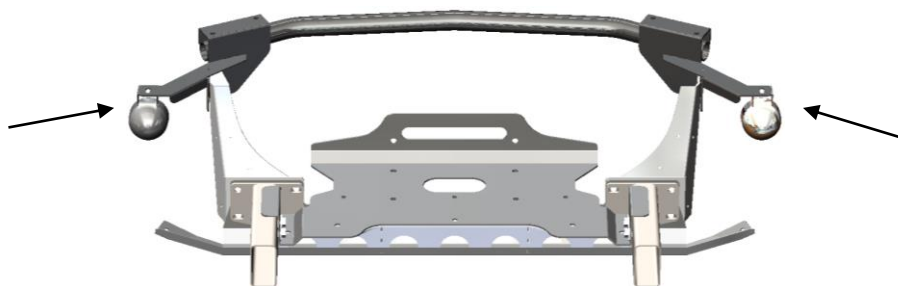

Рис.9
8. \*\* Установить противотуманные фары на кронштейны (рис.9), используя крепеж из монтажного комплекта.